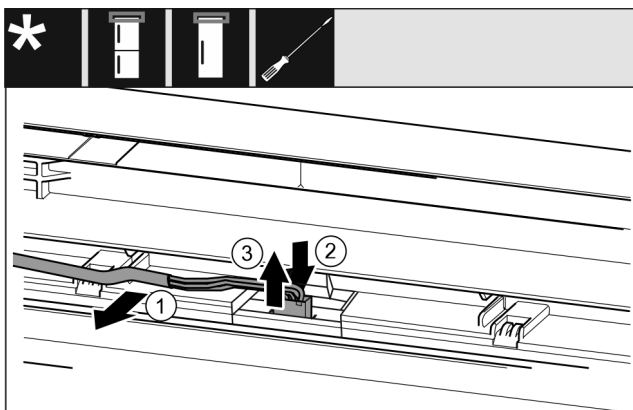

Fig. 20
- ▶ Lironi me kujdes kabllon ngjyrë gri nga udhëzuesi te dera. Fig. 20 (1)
- ▶ Shtypni për poshtë gjuhëzën prapa spinës. Fig. 20 (2)
- ▶ Nxirrni jashtë me kujdes spinën nga lart. Fig. 20 (3)